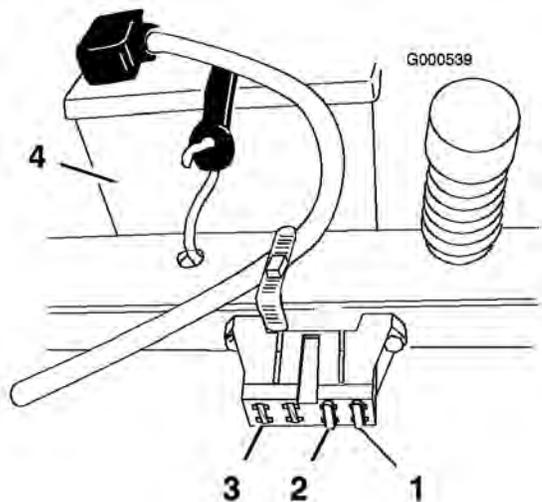

Figure 35
1. Soulevez le siège pour accéder au porte-fusibles (Figure 35).
2. Pour remplacer un fusible, tirez dessus pour l'enlever (Figure 35).